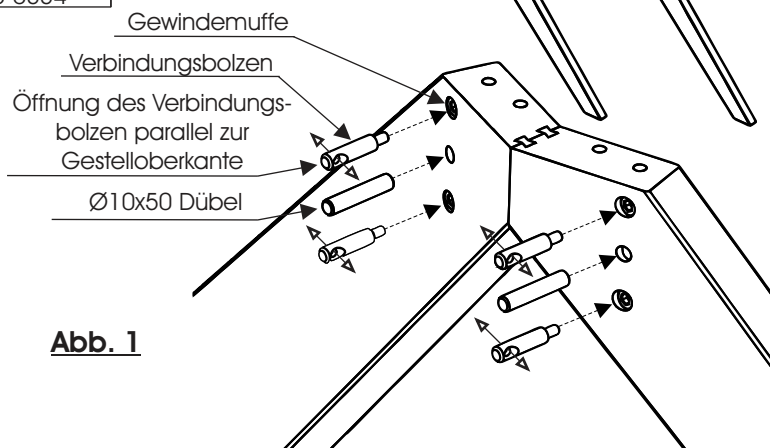

Abb. 1
2. Drehen Sie in beide Fussgestelle die Verbindungsbolzen ein. Die Bolzen werden in die Gewindemuffen des oberen, mittleren Bereichs des Stollens eingeschraubt. Achten Sie darauf, dass die Öffnung der Bolzen parallel zur Gestelloberkante gerichtet ist. Drücken Sie zudem in jedes Gestell zwei Ø10x50 Dübel ein. (Abb. 1)